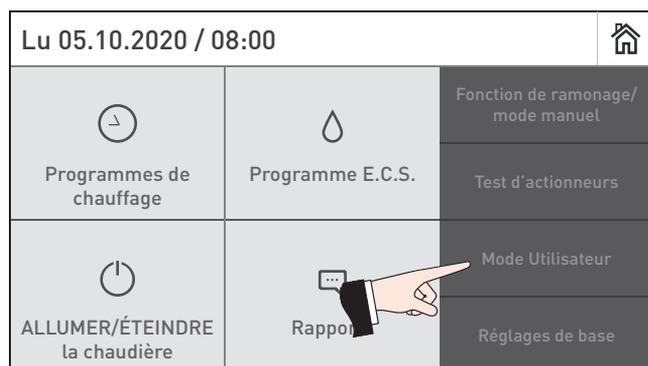

Fig. 54 Mode utilisateur
- Dans le mode Utilisateur, activer la fonction « Cendrier vide » sur l'InfoWIN Touch – Fig. 54 à Fig. 56.